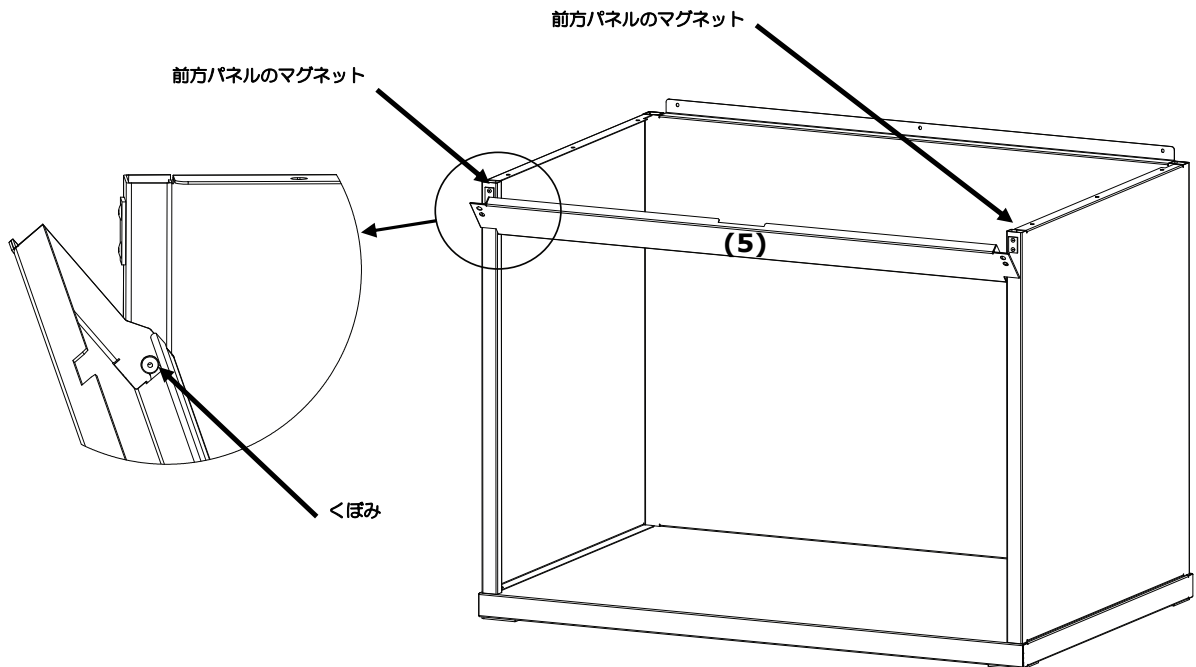

図5：前方パネルの組み立て
7. 前方パネル (5) の軸のくぼみを、2 つの側面パネルにあるそれぞれの軸にはめ込みます。
8. 前方パネルを、マグネットが前方パネルに触れるまで、閉じてください。(図 5 参照)